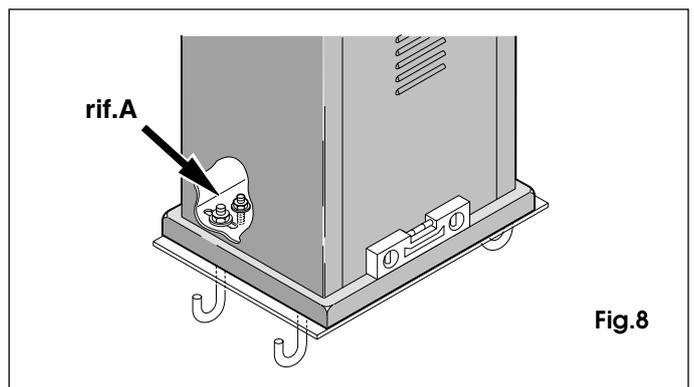

Fig.8
- 2) Inserire le apposite viti di regolazione sulla base del motoriduttore come da fig.8 rif.A.
Terminata l'installazione della cremagliera per garantire un corretto ingranamento con il pignone, è opportuno abbassare di circa 4mm la posizione del motoriduttore (fig.12) registrando le viti di livello (fig.8 rif.A).